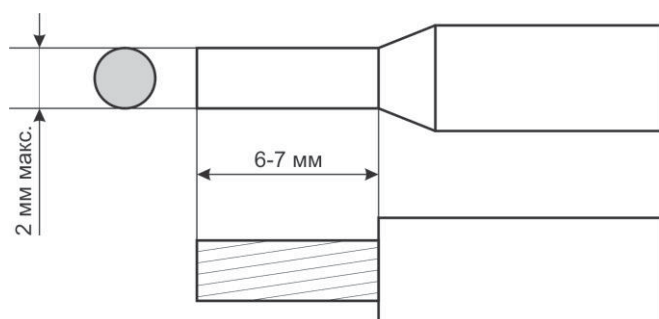

Рисунок 2.5. Наконечник.
- Прибор не имеет внутреннего предохранителя или автоматического выключателя. Поэтому следует использовать внешний предохранитель (рекомендуется биполярный, на ток 2А макс.) или автоматический выключатель. При использовании однополярного предохранителя, его следует устанавливать на фазный провод (L).
- Не зажимайте провода в клеммную колодку напрямую – используйте наконечники (рис. 2.5). Рекомендуемый момент затяжки $\sim 0,5$ Нм.